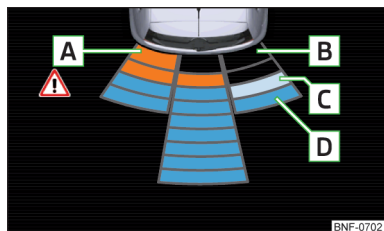

Fig. 98
Visualización de la pantalla » fig. 98
- A** Mediante el segmento de color naranja se representa un obstáculo detectado en la zona de colisión » fig. 98. **!** **¡No continúe el viaje!**
- Por el toque del dedo sobre la pantalla del equipo multifunción » fig. 98.